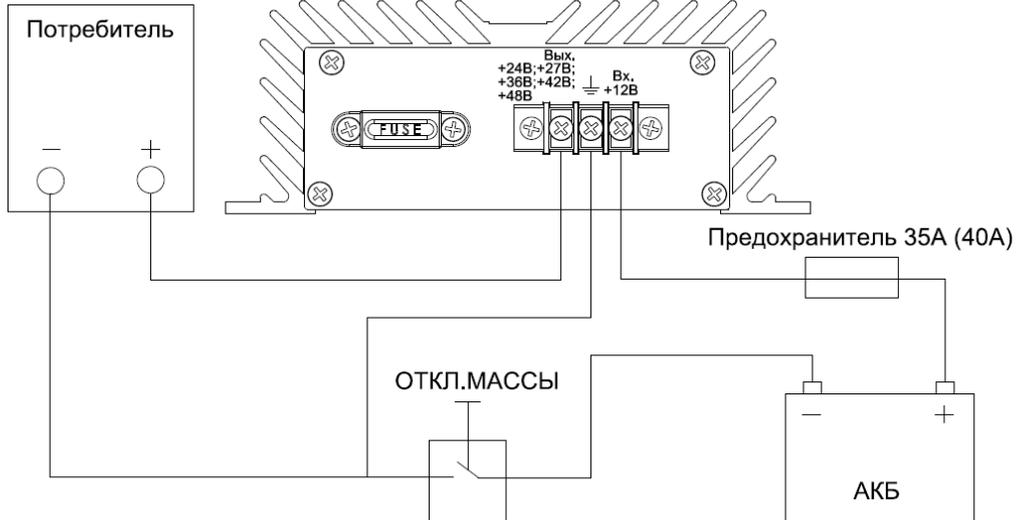
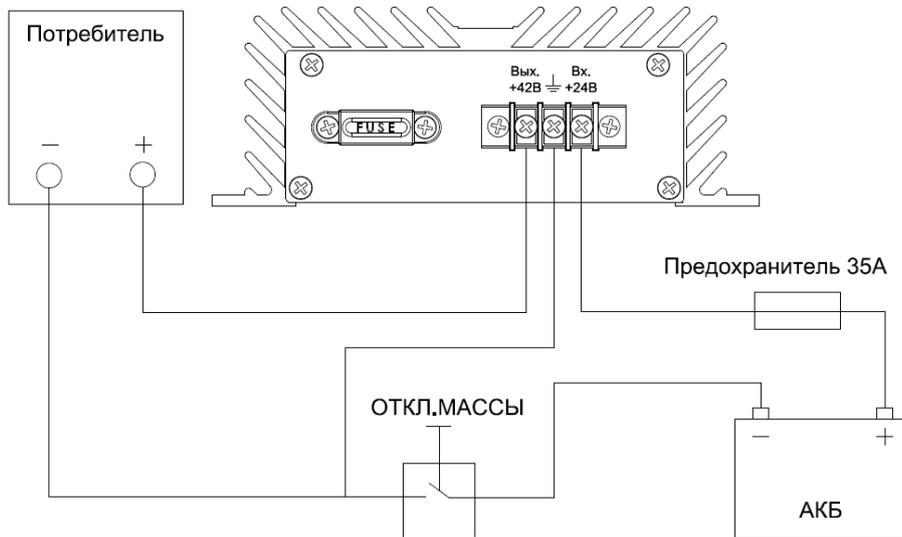
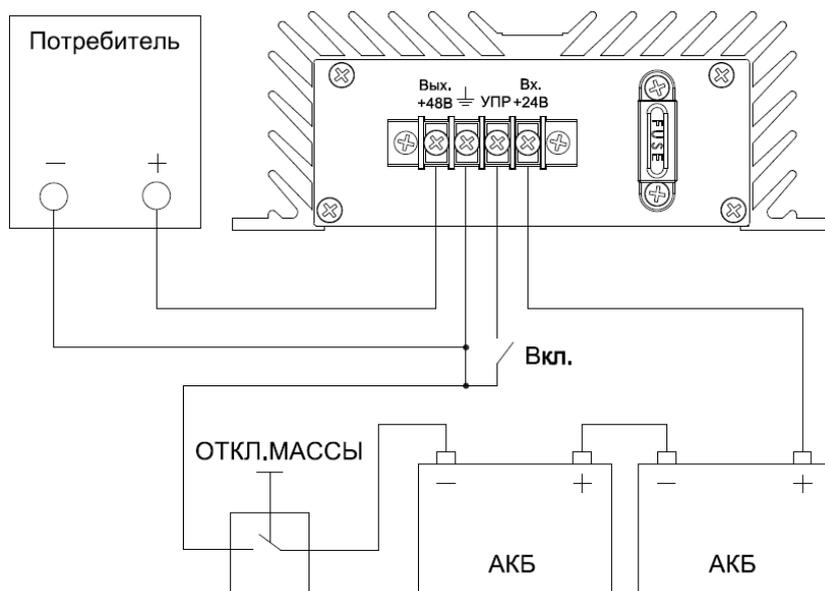

Рис.1 Подключение ПН12/24-15, ПН12/27-15, ПН12/36-10, ПН12/42-8, ПН12/48-6
Рис.2 Подключение ПН24/42-8
Рис.3 Подключение ПН24/48-8
- 4.3 Для **ПН12/24-15, ПН12/27-15, ПН12/36-10, ПН12/42-8, ПН12/48-6** подключите клемму «+12В» (для **ПН24/42-8** подключите клемму «+24В») преобразователя к бортовой сети автомобиля через дополнительно установленный предохранитель. Номинал дополнительного предохранителя зависит от преобразователя (35А, 40А); (см рис. 1) и (см рис. 2).
Для **ПН24/48-8** подключите клемму «+24В» преобразователя к бортовой сети автомобиля. Клемму «УПР» подключите через фиксируемый выключатель к клемме « $\frac{\perp}{\perp}$ ». Преобразователь будет полностью обесточен при разомкнутых контактах переключателя. (см рис. 2).
- 4.5 Подключите клемму «+24В» («+27В», «+36В», «+42В», «+48В») и клемму « \perp » преобразователя к нагрузке, **соблюдая полярность.** (см рис. 1), (см рис. 2), (см рис. 3).